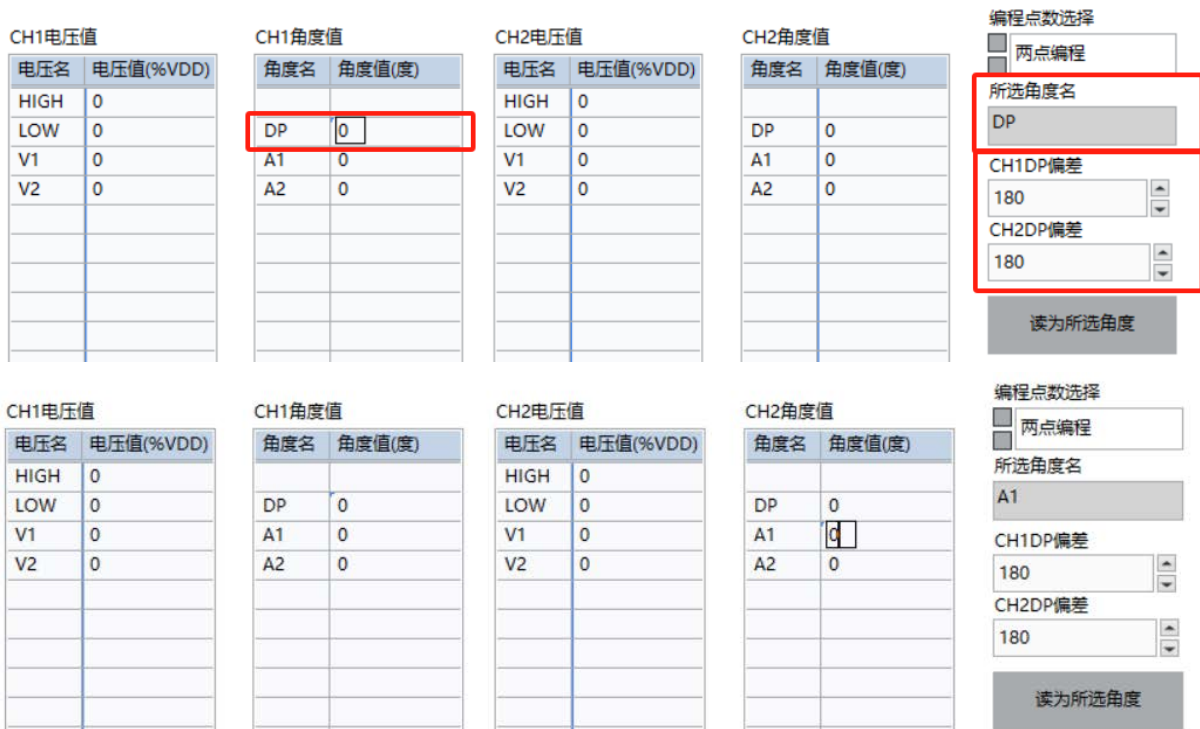

图 4.2.14 读角度操作
- 鼠标点击“CH1 角度值”对应的输入框位置，可以在右侧看到当前“所选角度名”框中出现对应的角度名称。如下图 4.2.14，当光标在 CH1 角度值对应的“DP”点框中时，右侧显示当前选择的角是“DP”，此时点击“读为选择角度”按钮，编程器会将芯片当前角度值读回并在此基础上加“DP 偏差”框中的角度值，填入到 CH1 角度值的“DP”框中，同理可进行“A1”，“A2”等的角度读取操作。注：只有当活动光标处于“CH1 角度值”对应的选项中时该选项才会被选择并更新在右侧“所选角度名”框中，当活动光标处于“CH2 角度值”中时，不会改变“所选角度名”中的内容。另当所选角度名是 DP 角度值时，输入框显示内容为芯片当前角度值加“DP 偏差”之后的值（如果大于 360°，减 360°），而当所选角度名为其余的多点编程角度时，输入框显示的角度值为芯片当前角度值。